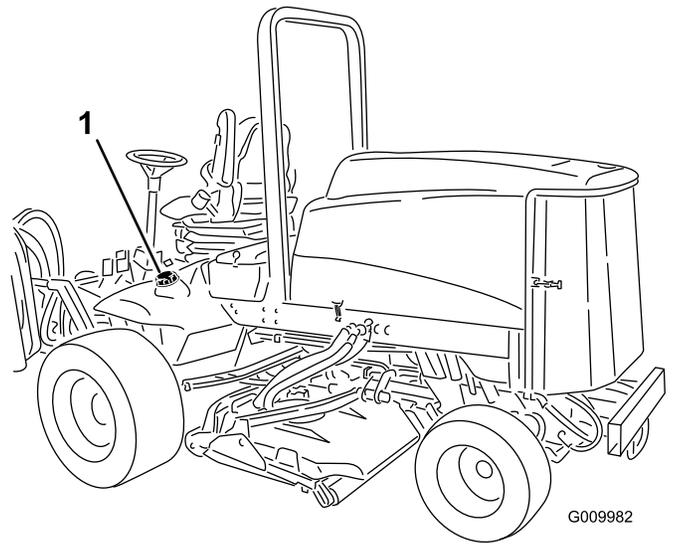

Bild 18
1. Schrauben Sie den Tankdeckel ab (Bild 18).